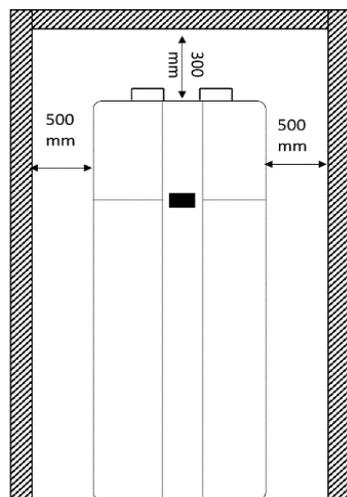

Figura 8 – Distanza minima dalle pareti di un'unità sprovvista di condotto aeraulico
- Le minime distanze descritte in Figura 8 devono essere rispettate.